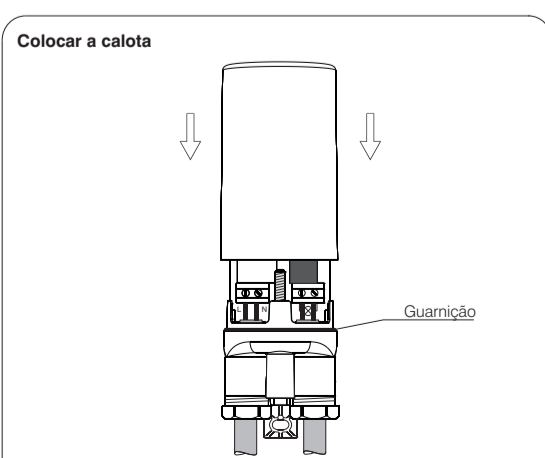

fig. 5
- Colocar a calota (fig. 5) e premir até encaixar nos parafusos.